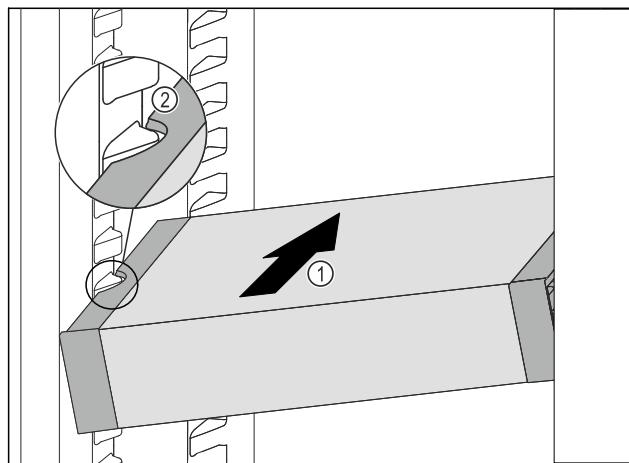

Fig. 71
- VarioSafe zasúvajte šikmo do chladničky Fig. 71 (1), kým sa bočné vybrania Fig. 71 (2) VarioSafe nebudú nachádzať vo výške rebra nádoby v chladničke.